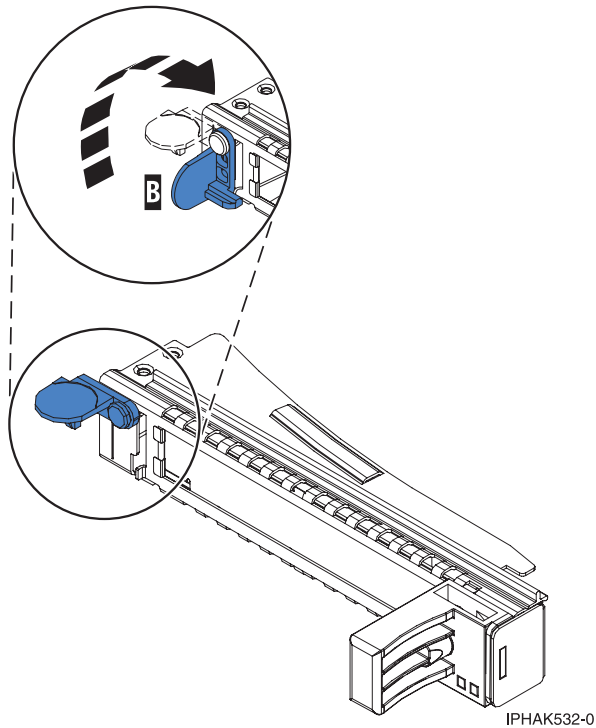

Abbildung 36. Kassettenhalteklemme öffnen
- a. Um den Haltesteg des Platzhalterelements zu entriegeln, drehen Sie die Verriegelung **(B)** am Haltestegende der Kassette wie in Abb. 36 auf Seite 35 dargestellt.